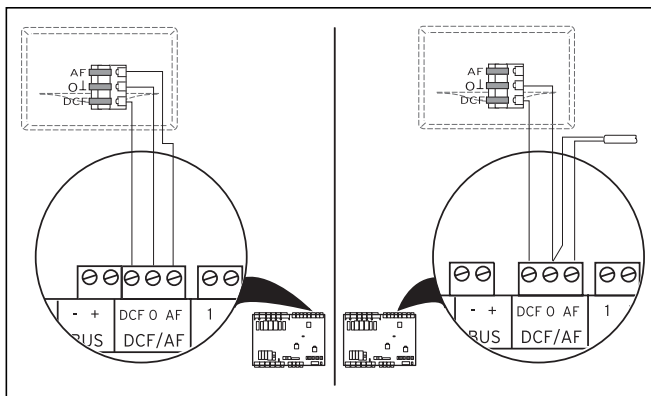

Abb. 7.11 VRC DCF-Empfänger anschließen
- Verdrahten Sie den VRC DCF-Empfänger entsprechend → **Abb. 7.11**: